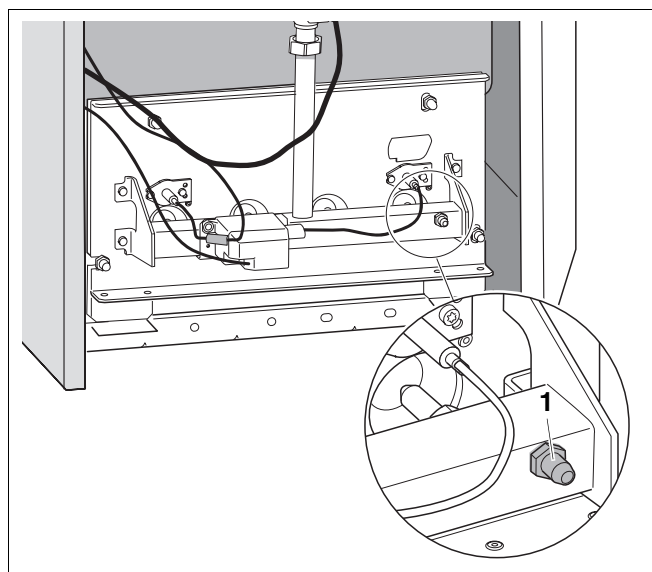

Fig. 46 Arzător cu gaz
- Desfaceți din 2 deșurubări piulița de strângere a niplului de măsurare de pe țeava de repartizare a gazului (Fig. 46, **Poz. 1**).